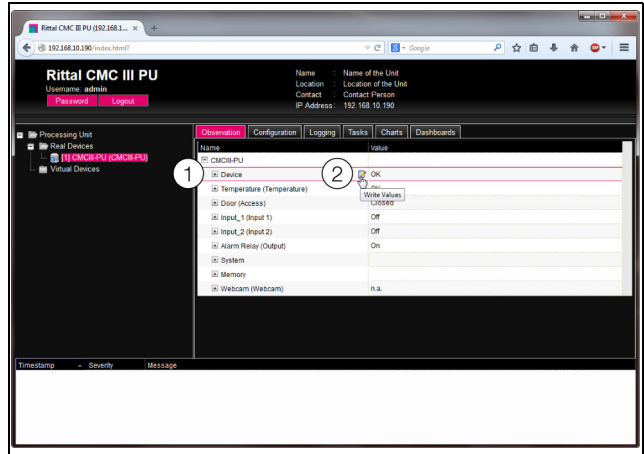

Imagen 35: Selección de varios parámetros
- Abra sólo la entrada «CMCIII PU» clicando sobre el símbolo «+» junto a la entrada (imagen 35, pos. 1).
- Coloque el puntero del ratón al final de la primera columna en la línea «Device» (imagen 35, pos. 2). Aparecerá un símbolo «Edit» y el puntero del ratón se convertirá en un símbolo «Hand».